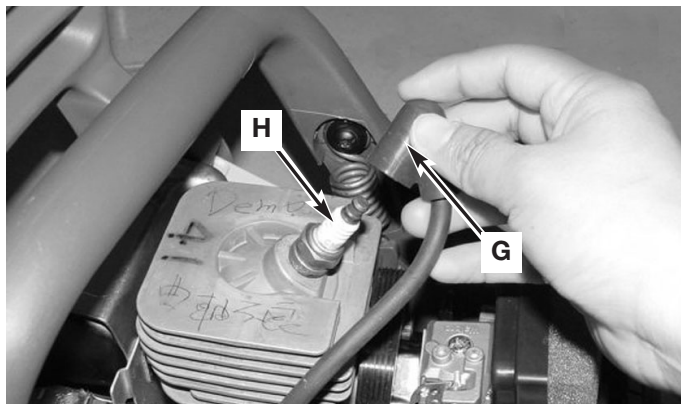

Fig. 30
3. Débrancher le fil connecteur (G) de la bougie (H) en tirant d'un mouvement rotatif (Fig. 30).